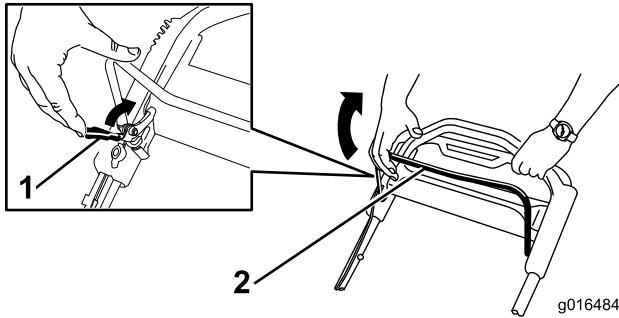

Figura 21
1. Tire hacia atrás del seguro de la barra de control de las cuchillas hasta que llegue a la barra de control de las cuchillas (Figura 21).
2. Tire hacia atrás **lentamente** de la barra de control de las cuchillas hasta que llegue al manillar (Figura 21).